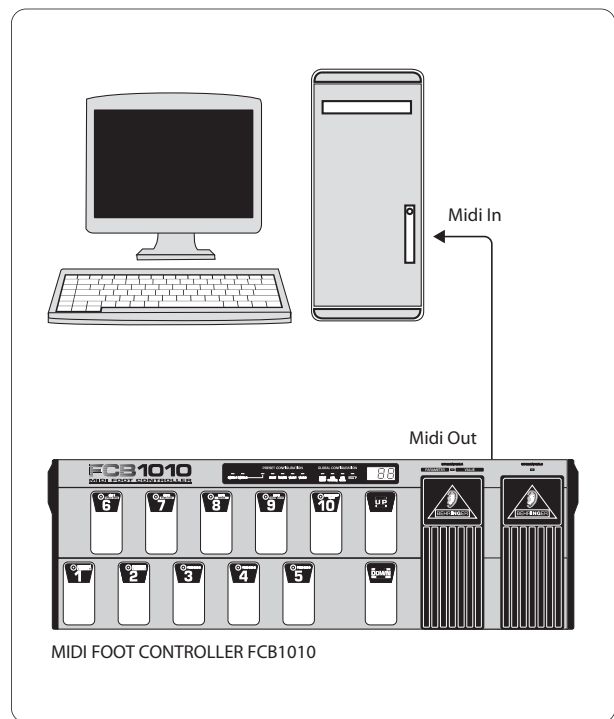

図 2.5: SysEx ダンプの送信
- FCB1010 の MIDI OUT とシーケンサーまたはコンピューターの MIDI IN とを接続します (図 2.5 参照)。